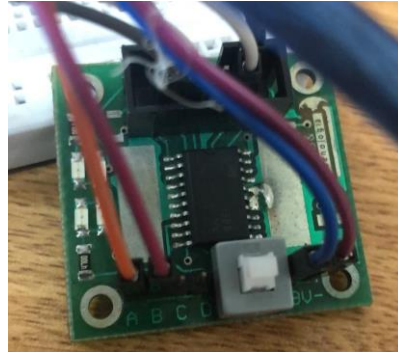

Ilustración 30: Módulo P.H I&T 04 para el control de dirección y velocidad del motor DC.
- Dirección: adquirido por el módulo P.H I&T 04 como indica la ilustración 30.